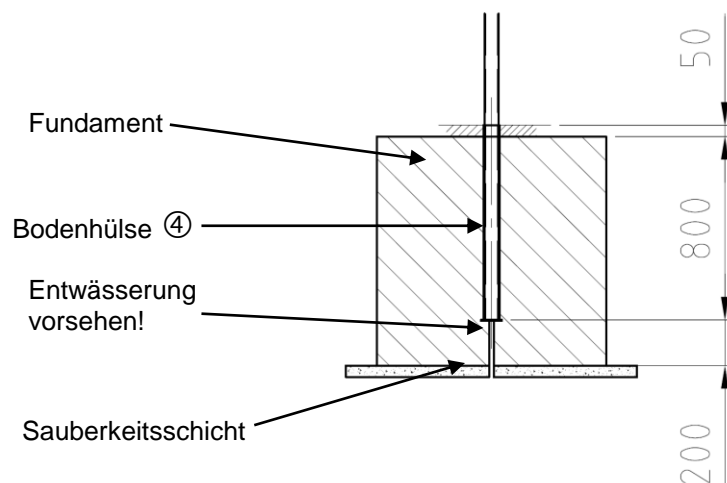

Abb. 2: Fundament
Nach Abb. 2 werden zunächst die Stützen ① oder ② oder aber die Hülsen ④ in die Fundamente der Betongüte **C 25/30** (B 25) einbetoniert. Wird die Stütze direkt einbetoniert, muss auf die Lage der Befestigungsbohrungen am Stützenkopf geachtet werden. Die Ringmuttern zeigen in Richtung Netz.